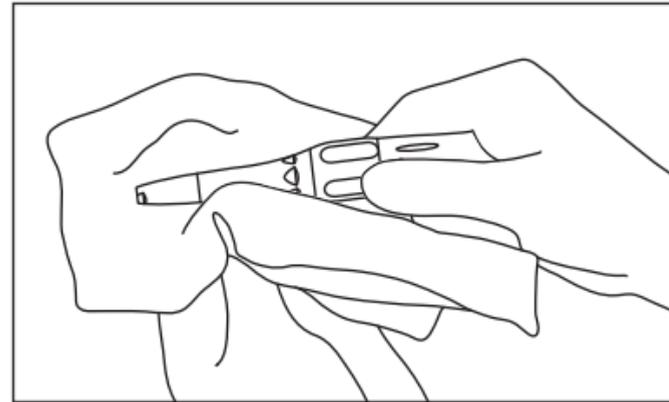

Fig. 15
5) Essuyez l'extérieur de la pièce à main et de l'embout d'irrigation en utilisant un tissu imbibé de désinfectant ou d'éthanol avec une concentration de 60 - 90 %. (Fig. 15, 16)